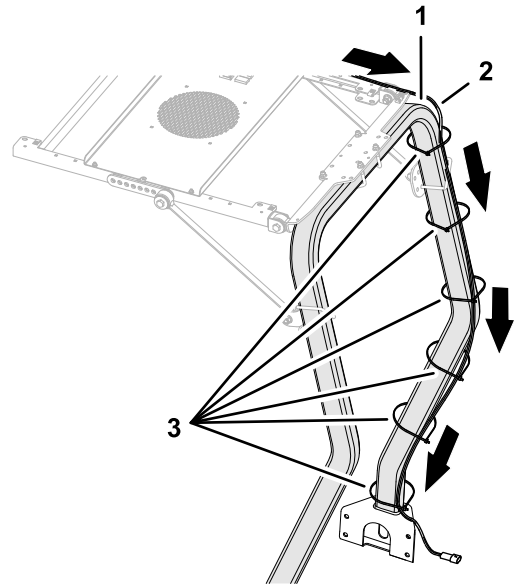

Figure 7
- Acheminez le faisceau du pare-soleil le long du tube de l'arc de sécurité, comme montré à la Figure 7.
2. Attachez le faisceau de câblage au tube de l'arceau de sécurité avec autant d'attache-câbles que nécessaire (Figure 7).
4. Attachez le faisceau du pare-soleil au tube de l'arceau de sécurité avec autant d'attache-câbles que nécessaire (Figure 7).